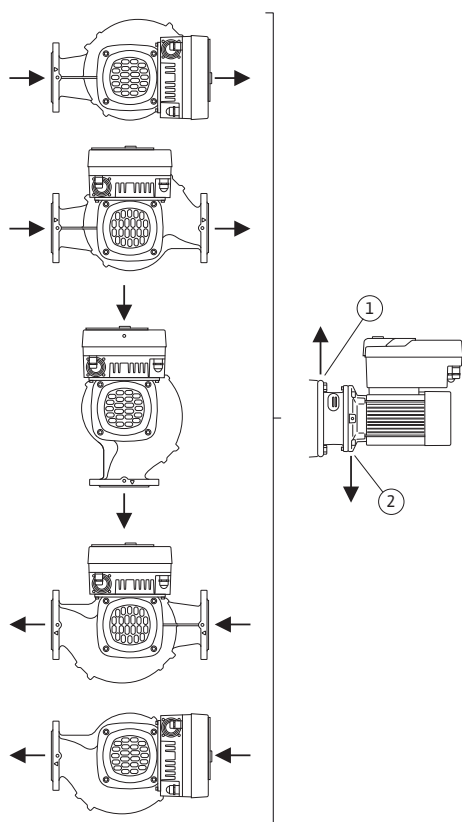

Fig. 17: Leistinos montavimo padėties su horizontaliu velenu
- Kondensato anga varikliams su horizontaliu variklio velenu turi būti apačioje (Fig. 17, poz. 2). Jei reikia, pasukite variklį.